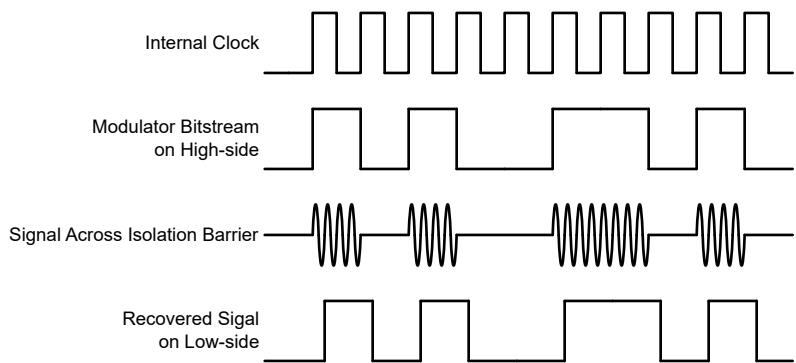

図 7-1. OOK ベースの変調方式
図 7-1 に示されているように、AMC0381D は、オン / オフ キーイング (OOK) 変調方式を使用して、変調器の出力ビットストリームを、 SiO_2 ベースの絶縁膜間で伝送します。送信ドライバ (TX) をに 機能ブロック図 示します。TX は、内部で生成された高周波キャリアを絶縁バリア越しに送信し、デジタル 1 を表現します。ただし、TX はデジタル 0 を表す信号を送信しません。AMC0381D で使用されるキャリアの公称周波数は 480MHz です。